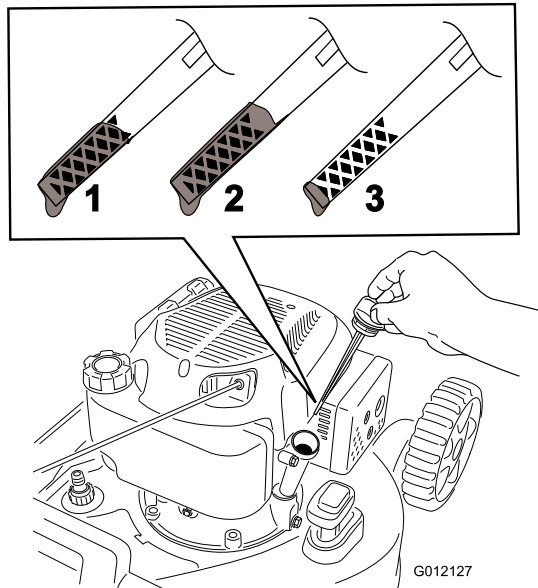

Figura 8
5. Per determinare qual è il corretto livello di olio sull'asta, vedere Figura 8.
Nota: Riempite la coppa dell'olio motore fino a quando l'asta di livello non indica che il livello dell'olio è corretto, come illustrato nella Figura 8. Se